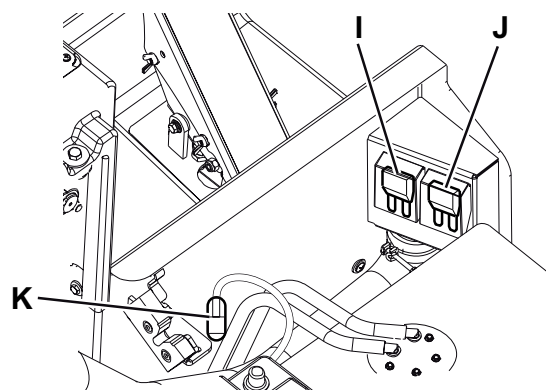

Abbildung 11
3. Zündschlüssel (66) in Stellung „O“ drehen und abziehen.
4. Entriegelungstaste (25) betätigen und Motorhaube (1) öffnen.
5. Die Schutzabdeckungen im Bereich des Fahrersitzes abnehmen und sicherstellen, dass folgende Sicherungen unversehrt sind (Abb. 11):
- (I): F9 (50 A), Glühkerzen
- (J): F10 (50 A), Wechselstromgenerator
- (K): F11 (1 A), Haubeninnenleuchte (optional)
6. Motorhaube (1) schließen.